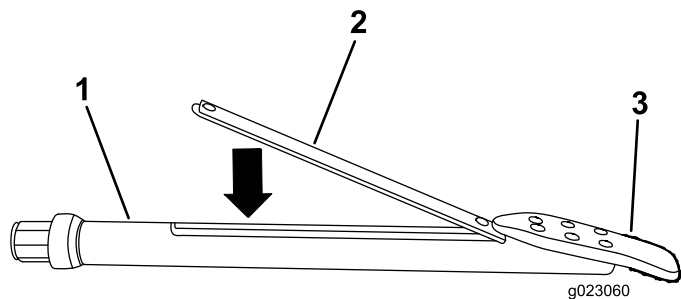

Figura 74
- Introduza o transmissor no alojamento com a extremidade dianteira voltada para a pá de perfuração (Figura 74).